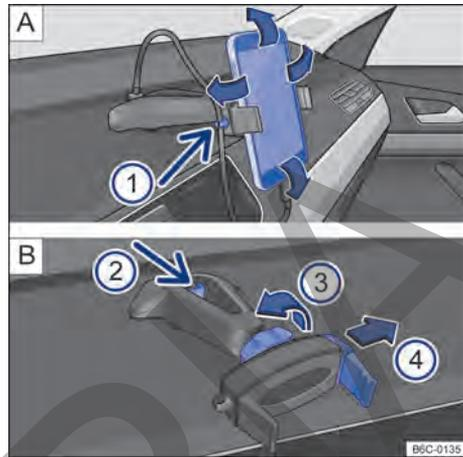

Fig. 193 En la consola central: soporte para teléfono celular y ajustes.
- Sujetar el soporte con una mano y presionar la tecla de desbloqueo → fig. 193 B ② (flecha).
- Con la varilla → fig. 193 B ④ mover en la dirección de la flecha, e instalar el teléfono celular en el alojamiento.
- Con la otra mano mover la varilla → fig. 193 B ④ hasta que se pueda retirar el aparato del alojamiento.
- Colocar el cable USB en la entrada cargador USB del soporte existente en el tablero de instrumentos → fig. 193 A.
- Sujetar el cable en el soporte → fig. 193 A ①.
- Para liberar el movimiento del soporte, girar la traba → fig. 193 B ③ en la dirección opuesta de la flecha.
- Para fijar la posición, girar la traba en el sentido de la flecha ③ → fig. 193 B hasta la fijación completa del soporte.
El soporte para teléfono celular tiene una garantía de 3 años, con excepción de la varilla deslizante (garra) → fig. 193  ④ que tiene garantía de **1 año**.